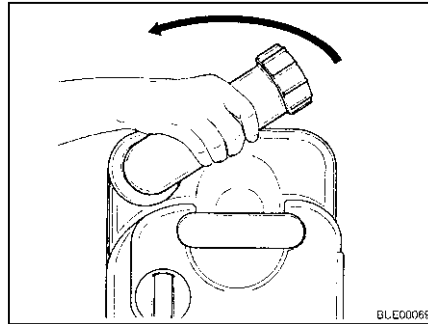

Bild 220 Entleerungsstutzen drehen
- Entleerungsstutzen nach oben drehen (Bild 220).